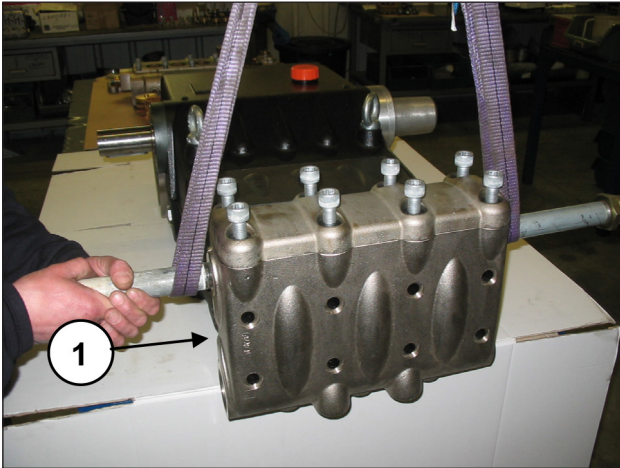
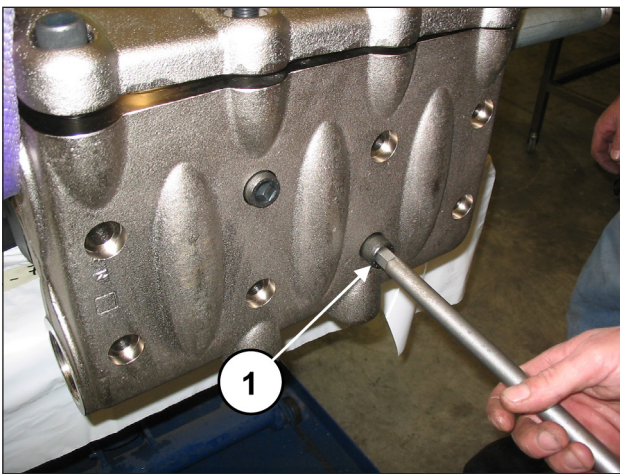

Abb. 134
Abb. 135
Bauen Sie den Kopf auf das Pumpengehäuse an (Pos. ①, Abb. 134) und achten Sie dabei, nicht gegen die Kolben zu stoßen. Ziehen Sie dann die 8 Schrauben M16x150 fest (Pos. ①, Abb. 135).
Ziehen Sie die 8 Schrauben M16x150 von den 4 Innenschrauben ausgehend über Kreuz an (siehe Abb. 135), setzen Sie den Anzug dann mit den 4 Außenschrauben ebenfalls über Kreuz fort